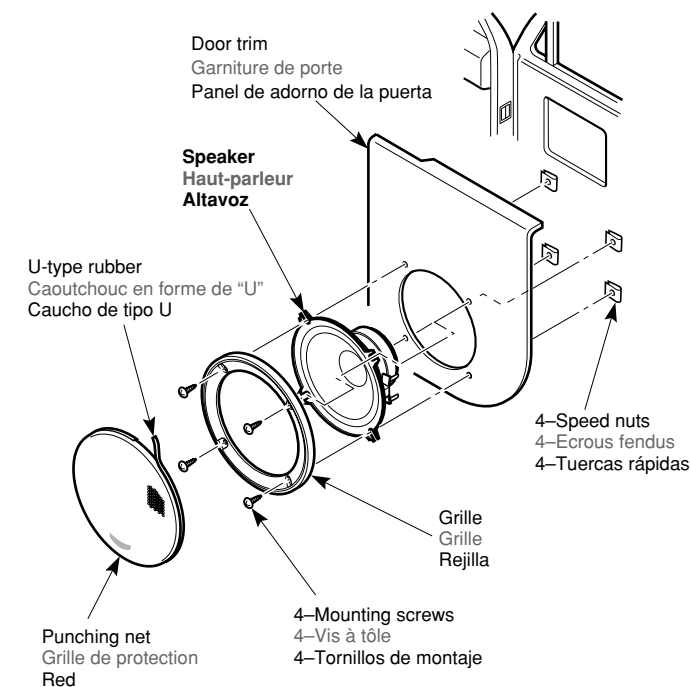

Figure 4 / Figure 4 / Figura 4
2. Install the speed nuts in the screw holes in the door trim, then use the mounting screws to install the speaker grille. (Figure 4)
3. Attach the supplied U-type rubber onto the punching net and install it onto the grille. (Figure 4).
2. Posez les écrous fendus sur les trous percés dans la garniture de porte, puis installez la rondelle de haut-parleur avec les vis à tôle. (Figure 4)
3. Attachez le caoutchouc en forme de "U" sur la grille de protection et installez l'ensemble sur la grille. (Figure 4)